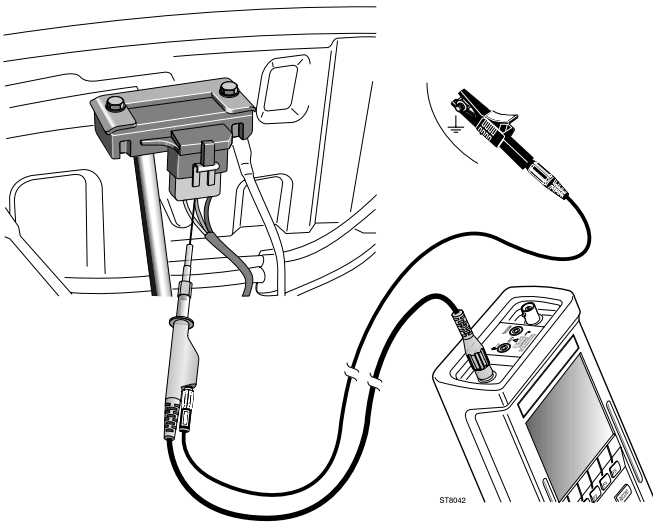

Bild 26, Testen eines Absolutladedruck-Sensors
3. Schließen Sie die Meßleitungen so an, wie dies von der Funktion **Anschlußhilfe** und in Bild 26 dargelegt wird.
3. Schließen Sie die Meßleitungen so an, wie dies von der Funktion Anschlußhilfe und in Bild 26 dargelegt wird.